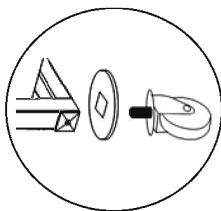

Abb. 3
5. Legen Sie den Transportwagen auf die Seite oder stellen Sie ihn auf die Abstellfläche und befestigen Sie den Stoßschutz an den Seitenteilen. Schrauben Sie dann die 4 Lenkrollen in die Seitenteile (**Abb. 3**).